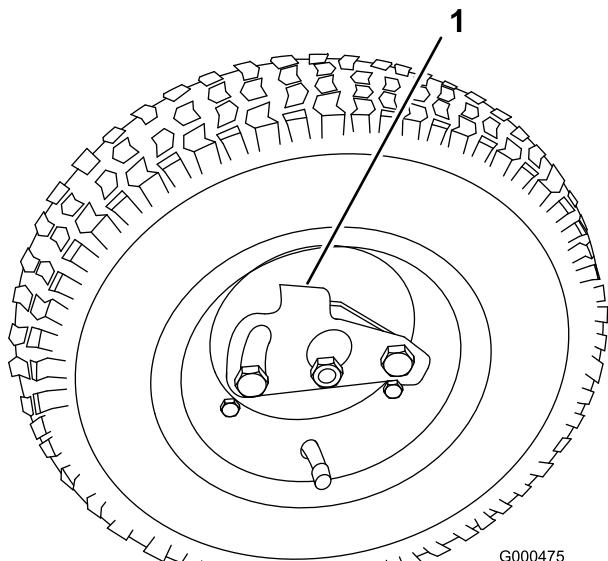

Figura 8
- Empurre o dispositivo de bloqueio da roda para o centro da roda e deslize a roda na direcção do eixo hexagonal (Figura 8).